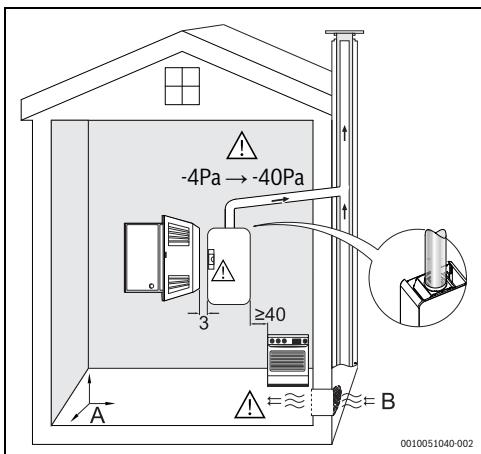

Fig. 10 Exigences minimales
- ▶ Respecter les mesures minimales d'installation indiquées à la Fig. 10.
- ▶ Accès suffisant nécessaire aux opérations de maintenance, en respectant les exigences minimales indiquées sur la fig. 10.